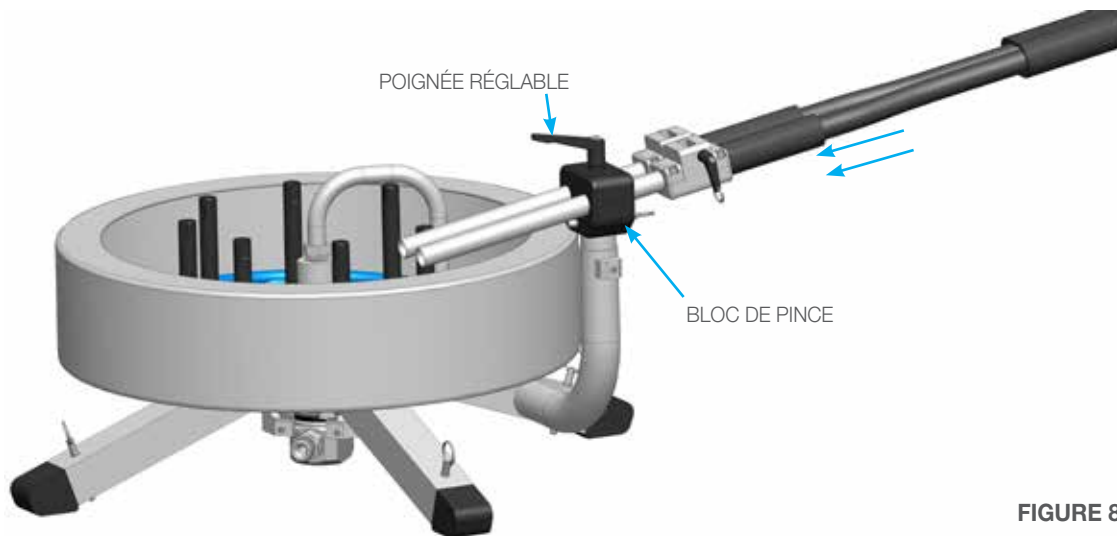

FIGURE 8
2. Desserrez la poignée réglable sur le bloc de pince et insérez les tubes de guidage. Serrez à la main la poignée réglable. **(Figure 8)**